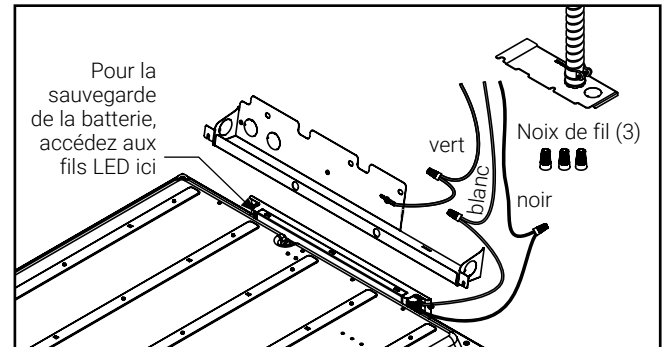

Figure 5.
2. Utilisez une entrée défonçable pour acheminer le câble d'alimentation. Utilisez les trois capuchons de connexion fournis pour raccorder le fil de mise à la terre au câble d'alimentation vert, le câble noir (Li11ne) au câble d'alimentation noir et le câble blanc (neutre) au câble d'alimentation blanc (Fig. 5).
REMARQUE : Le luminaire est compatible avec les systèmes de batterie de secours y compris les modèles EBPLED7W et EBPLED14W de Surlites. Si vous utilisez un système de batterie de secours, retirez le couvercle du pilote pour accéder aux fils d'alimentation DEL et suivez les instructions de câblage de la batterie de secours (Fig. 5). Assurez-vous de réinstaller le couvercle du pilote après avoir effectué le câblage.